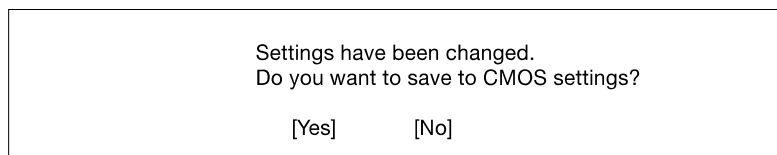

Figure 3-15 Ecran Exit Setup
- Appuyez sur la touche **Esc** pour revenir au menu **System Security**, puis appuyez à nouveau sur la touche **Esc** pour quitter l'utilitaire Setup. L'écran **Exit Setup** présenté sur la Figure 3-15 apparaît.